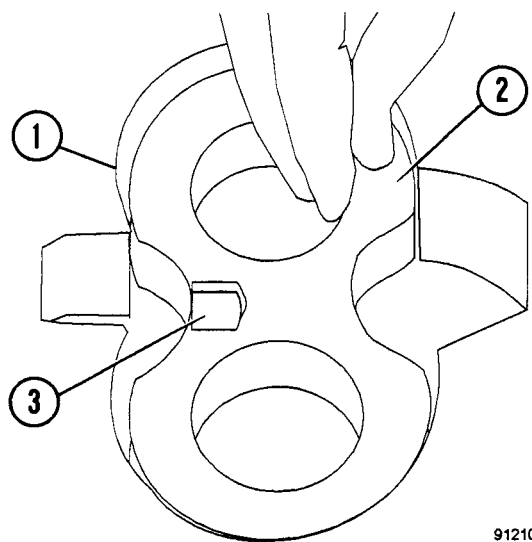

FIGURA 3-13. MONTAJE DE LA PLACA DE PRESION
12. Con el costado de bronce hacia arriba y la ranura acordonada enfrentando el costado de descarga deslice la placa de presión (2, Figura 3-13) hacia abajo dentro de las cavidades del engranaje hasta que descansen en el anillo de retención y el anillo de goma. **No fuerce la placa hacia abajo sobre las cavidades del engranaje.** Si se atasca al bajar, muévela hacia arriba y hacia abajo hasta que se deslice libremente a su lugar.